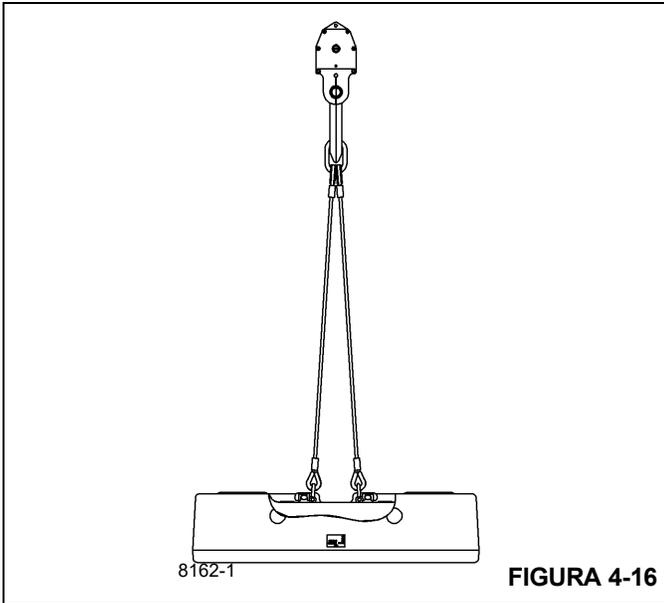

FIGURA 4-16
6. Eleve y coloque el conjunto de contrapeso/escuadra de soporte en los pedestales de contrapeso en el vehículo utilizando las argollas de elevación de la escuadra de soporte (Figura 4-16).
11. Conecte el conjunto de eslinga al conjunto de contrapeso utilizando las argollas de elevación de la escuadra de soporte (Figura 4-16).
8. Conecte el conjunto de eslinga al conjunto de contrapeso de fundición pesado utilizando las argollas de elevación de la escuadra de soporte (Figura 4-16).